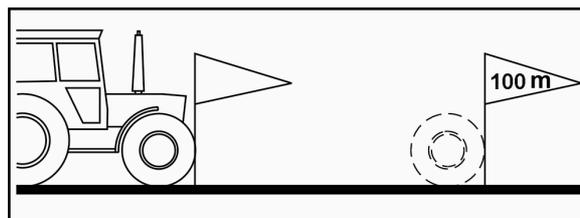

Fig. 28
- Medir en la parcela, un trayecto de medición de 100 m exactos. Marcar el punto de partida y de llegada de dicho trayecto de medición (Fig. 28).